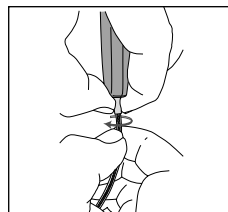

Abb. 7
6. Lösen Sie nun an der Satelliten-Unterseite das Teflon-Außenkabel vom Kabelansatz. Nehmen Sie hierzu den Kabelansatz in eine Hand zwischen Daumen und Zeigefinger und drehen Sie mit der anderen Hand das Teflon-Außenkabel vom Kabelansatz (**siehe Abb. 7**). Ziehen Sie das Innenkabel mit nach außen.